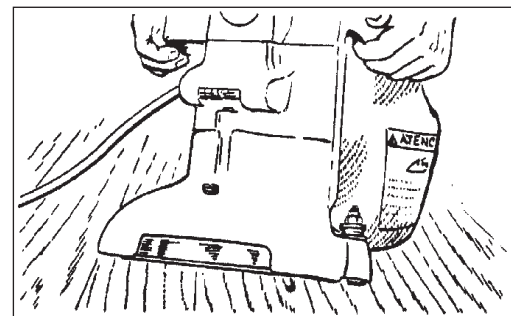

Figure 4
3. Retourner la machine en position verticale et pencher la machine en arrière sur les roulettes jusqu'à ce qu'elle vienne reposer sur le support de l'évacuation. La machine se trouvera en position basculée. Ne pas laisser la machine reposer sur le patin, surtout après utilisation, sinon une déformation sous pression risque de se produire dans l'élastomère du patin. Cela créera un endroit plat et un rebond pendant l'utilisation (Figure 4).
3. La machine étant en position basculée, saisir fermement les deux poignées et mettre le commutateur de commande sur "ON" (Figure 4).